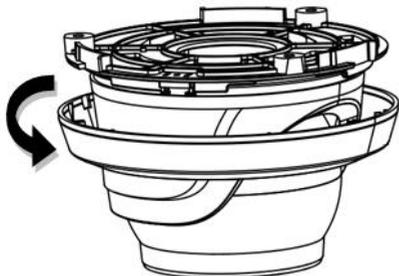

Рис. 2
6. Отделите декоративный элемент на основании, открутив его для дальнейшего монтажа камеры (рис.2).